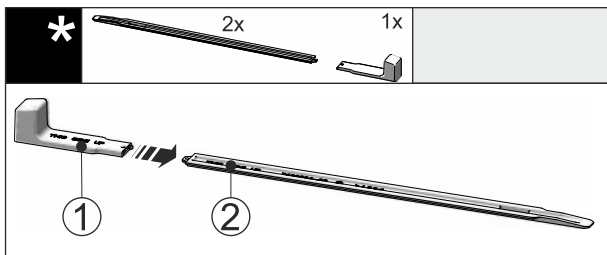

Fig. 51
- Insérer la poignée de montage Fig. 51 (1) dans le rail de nivellement Fig. 51 (2).